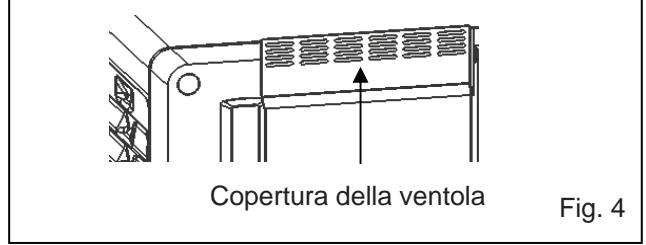

Fig. 4
5. Estrarre la copertura della ventola (Fig. 4).